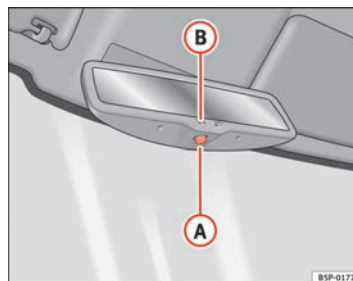

Fig. 66 Specchio retrovisore interno fotocromatico
- Premere il tasto (A) ⇒ fig. 66. La spia (B) si spegne.
- Premere il tasto **A** ⇒ fig. 66. La spia si accende.